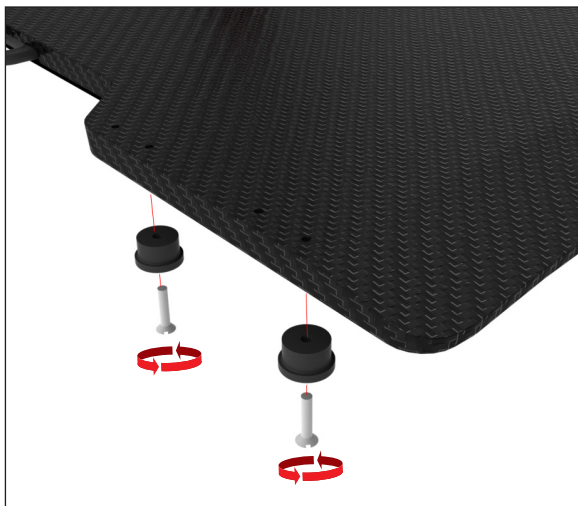

図27
1. 位置決めディスク (縁付き) 2枚をデバイスの一方の側に取り付けます。ここでは140 mm (5.5インチ) 間隔で配置された2つの孔に、それぞれ1/4-20 x 1 1/4インチのネジを1本ずつ使用して取り付けます (図27)。